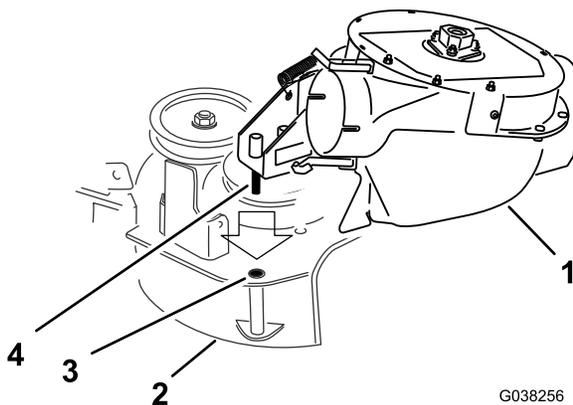

Figura 27
1. Alinhe o pino de articulação no soprador com o orifício do pino de articulação na plataforma do cortador (Figura 27).
2. Baixe o soprador e faça deslizar o pino de articulação para o orifício da articulação (Figura 27).